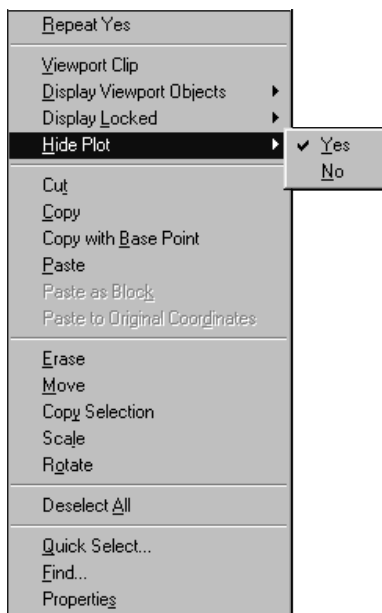

Рис. 10.2. Меню выбора скрытого изображения при печати из компоновки
3. Нажать правую кнопку мыши для вызова контекстного меню (рис. 10.2), в котором выбрать строчку **Hide Plot** (Скрытая печать), а затем установить флажок **Yes** (Да).